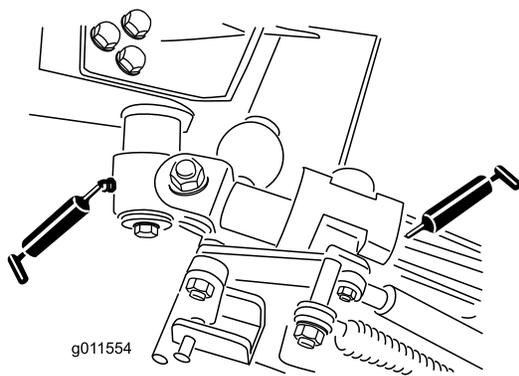

Figura 45
- Boccole orientabili (2) della leva a squadra (Figura 45)
- Boccole (4) del braccio posteriore (Figura 45).